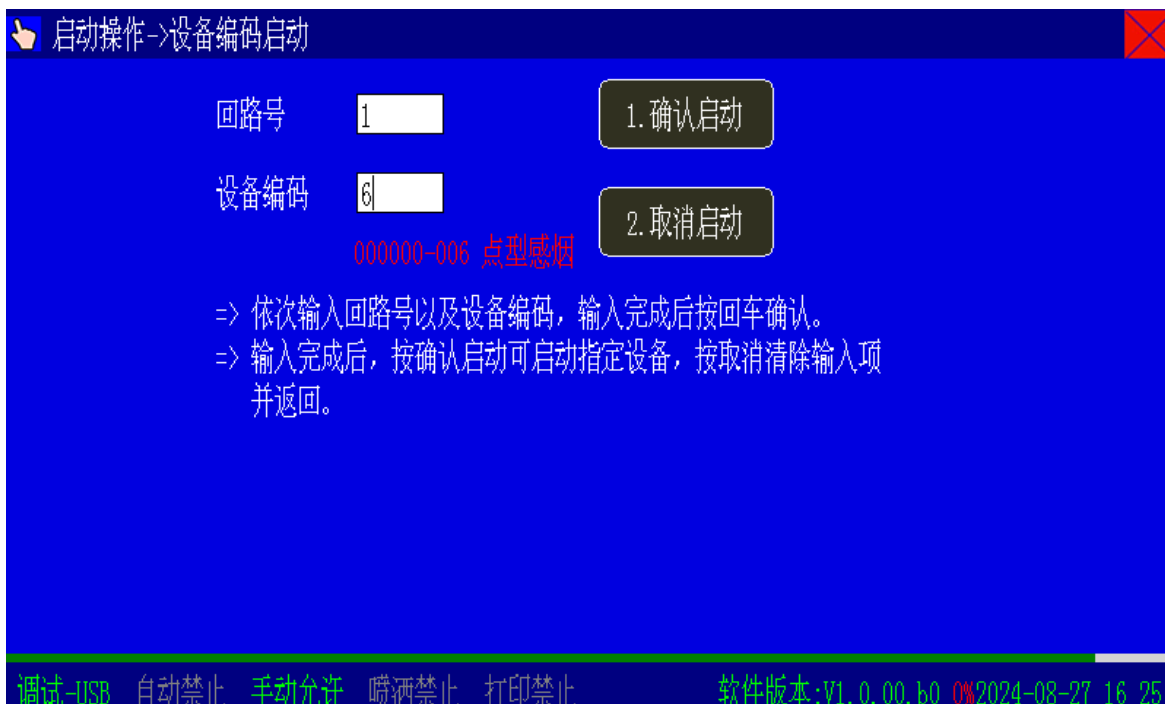

图 4-53
- 在图 4-52 界面下选择“1.设备编码启动”，进入按照设备编码启动界面，如图 4-53 所示。